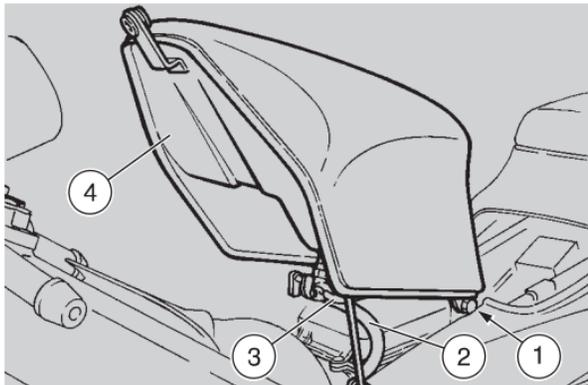

Fig. 39
- scollegare il tubo carburante (2-Fig. 39) e il cavo elettrico (3-Fig. 39).
- svitare e togliere il dado e la vite di fissaggio del serbatoio (1-Fig. 39).
- rimuovere il serbatoio carburante (4-Fig. 39).